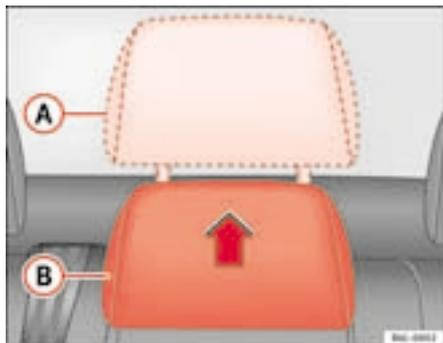

Fig. 5 Regulação do encosto de cabeça traseiro central
- Posição elevada ou de utilização **(A)** ⇒ fig. 5. Nesta posição, o encosto de cabeça funciona como um encosto de cabeça convencional, protegendo juntamente com o cinto de segurança o passageiro do lugar central traseiro.
- Posição de repouso **(B)** ⇒ fig. 5. Esta posição facilita a visibilidade traseira por parte do condutor.